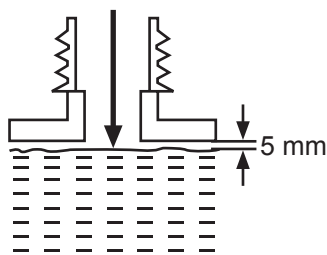

Fig. 19
- > Remplissez le réservoir avec une huile adéquate, en utilisant un entonnoir muni d'un filtre afin d'empêcher les éventuels résidus de pénétrer à l'intérieur. Évitez de trop remplir le réservoir: laissez un espace d'environ 5 mm entre la surface de l'huile et la paroi supérieure du réservoir, afin que l'huile puisse s'étendre (Fig. 19).